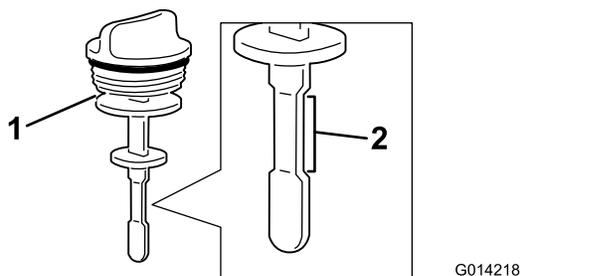

Рисунок 90
4. Извлеките масломерный щуп из заливной горловины и проверьте уровень гидравлической жидкости (Рисунок 90).